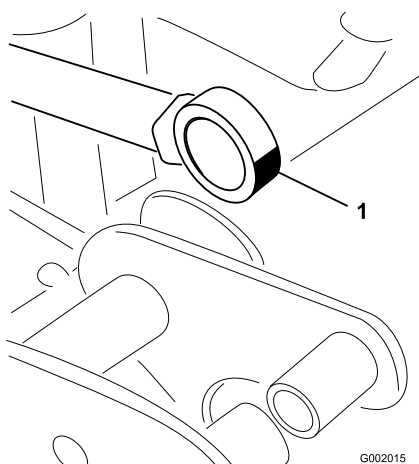

Figure 35
5. Manipulez le côté roulement de la tige d'actionneur et appliquez de la graisse dans le roulement (Figure 35). Essuyez tout excès de graisse.